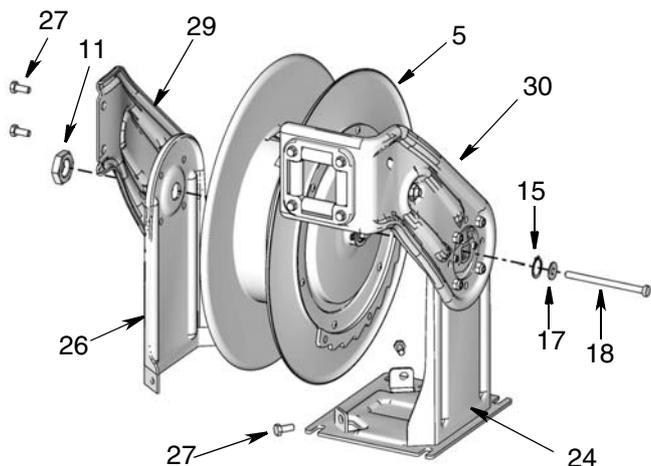
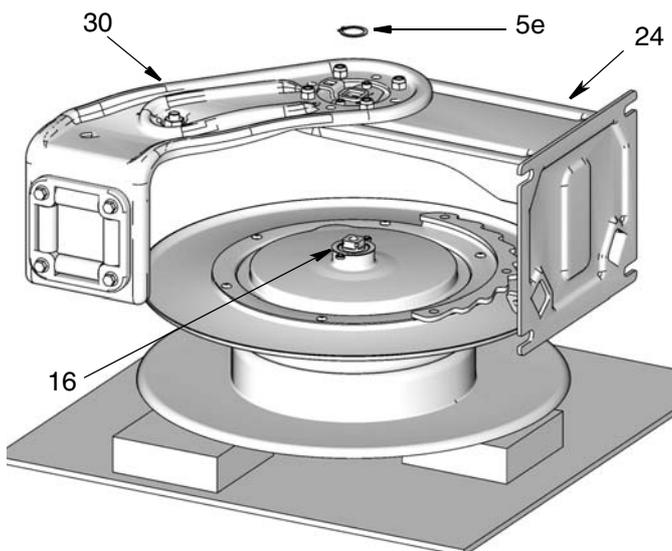

FIG. 16
FIG. 17
5. Déposer le gros écrou (11) (FIG. 16).
6. Déposer les deux vis (27) qui attachent le socle (26) sur la base (24) et les deux vis (27) qui attachent le bras de guidage (29) sur le bras de guidage (30) (FIG. 16).
7. Enlever entièrement l'ensemble bras de guidage et socle (26/29) et mettre cet ensemble de côté pour le remettre sur la nouvelle bobine dévideuse (FIG. 16). Il n'est pas nécessaire de démonter ces pièces.
8. Poser l'enrouleur de tuyau sur son côté pour pouvoir plus facilement accéder au bras de guidage et au socle (24/30). Déposer la longue vis (18) et les rondelles (15/17) (FIG. 16 et FIG. 17).
9. Déposer la bague à ressort (5e) (FIG. 17).
12. Poser la nouvelle bobine (5) sur son côté sur un établi. Veiller à ce que le côté plat de la bobine repose sur la table et que le côté avec le bras à cliquet soit en haut comme montré sur la FIG. 17.
**REMARQUE :** L'ensemble bras de guidage et socle peut être attaché plus facilement lorsque la bobine est un peu soulevée et horizontale. Pour ce faire, glisser quelques lattes de bois d'une épaisseur de 2,5 mm (1 pouce) sous la bobine comme montré sur la FIG. 17 (page 22) pour mieux pouvoir mettre le bras.
16. Mettre les rondelles (15/17) et le boulon long (18), mais ne PAS serrer le boulon.
19. Mettre le gros écrou (11) (FIG. 16, page 22). Serrer l'écrou à un couple de 378 à 467 N.m (85 à 105 pi-lbs).
20. Serrer le boulon (18).
21. Faire correspondre le bras de guidage (29) avec le bras de guidage (30) (les aligner). Reposer les vis (27). Serrer les vis à un couple de 89 à 133 N.m (20 à 30 po-lbs).
22. Faire correspondre (aligner) l'ensemble du socle (26) avec la base (24). Mettre les deux vis (27). Serrer les vis à un couple de 89 à 133 N.m (20 à 30 po-lbs).